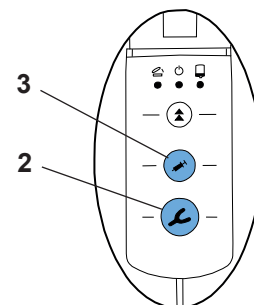

Abb. 8
- Wird ohne vorherige Programmauswahl eine Taste zum Auspressen (Abformlöffel (2, Abb. 8) oder Dispenser (3, Abb. 8) gedrückt, aktiviert das Gerät automatisch das **ST**-Programm. Die LED neben der **ST**-Taste leuchtet.